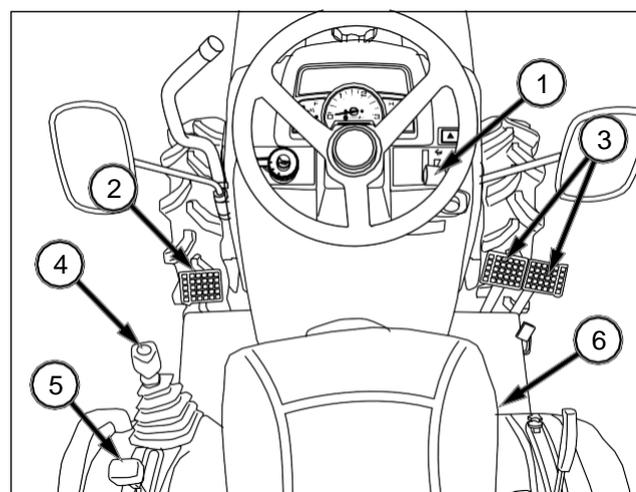

FIG. 55
FIG. 55: Para detener el tractor, mueva la palanca de aceleración (1) hacia atrás para reducir el régimen del motor y la velocidad de desplazamiento. Pise el pedal de embrague (2) y el pedal de freno (3) para detenerlo. Coloque la palanca principal de cambio de velocidad (4) y la palanca de cambio de gama de velocidades (5) en punto muerto. Bloquee la palanca del freno de estacionamiento (6).